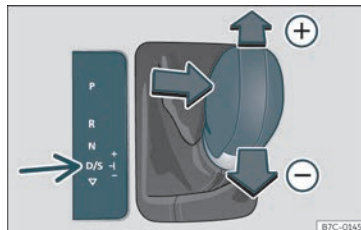

Fig. 202 Consola central: cambiar con tiptronic.
- Empuxe a panca cara adiante (+) ou cara atrás (-) para aumentar ou reducir a marcha >>> **fig. 202**.